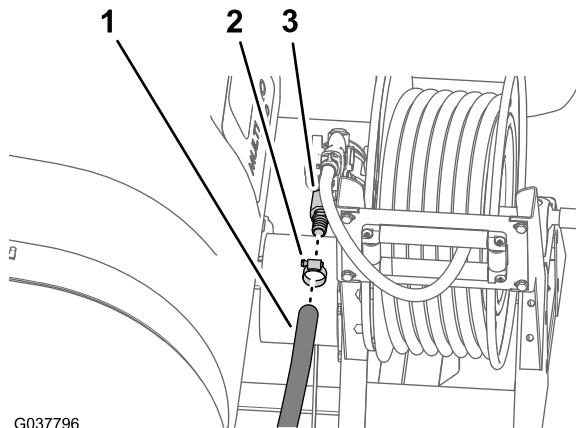

图100
5. 将供水软管挂接到软管卷的直通软管挂钩上并使用软管夹固定软管 图100。